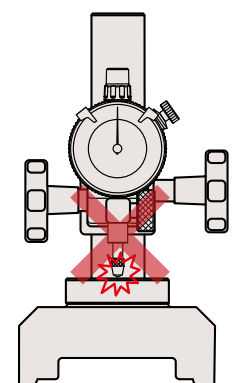

Fig. 2
1. Evite tocar repetidamente el superficie de referencia o la superficie de granito directamente con el punto de contacto, o dejar caer el punto de contacto abruptamente. (Fig. 2)